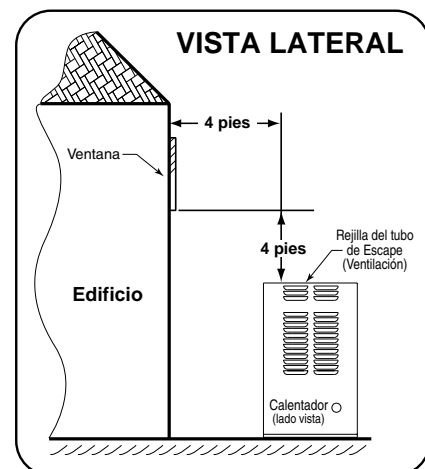

Figura 12.
Las cornisas deben ser de tal forma que no desvíen los productos del conducto de humos a espacios de vivienda. Desde el punto en donde los productos del conducto de humos salen del calentador, **ese punto DEBE estar a un mínimo de cuatro (4) pies por debajo, cuatro (4) pies horizontalmente desde o un (1) pie sobre cualquier puerta, ventana o entrada por gravedad hacia el interior del edificio;** véase Figura 12.